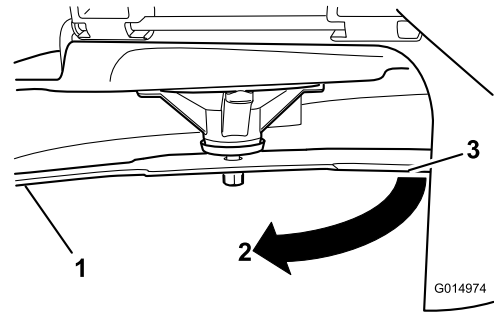

**Figure 57**
2. Enfilez des gants épais ou utilisez une autre protection adéquate pour les mains, et faites tourner la lame lentement jusqu'à une position permettant de mesurer correctement la distance entre le tranchant et la surface plane sur laquelle se trouve la machine (Figure 57).